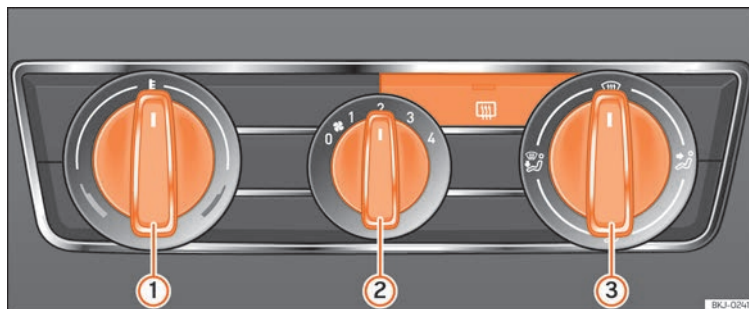

Fig.169 Sur le tableau de bord : éléments de commande du chauffage
- Tournez le régulateur de température » fig. 169 ① vers la gauche.
- Placez la commande de soufflante ② sur l'une des vitesses 1-4.
- Orientez le flux d'air dans la direction souhaitée à l'aide du régulateur de répartition d'air ③.
- Tournez le régulateur de température » fig. 169 ① vers la droite pour sélectionner la puissance calorifique souhaitée.
- Tournez le régulateur de température » fig. 169 ① vers la droite jusqu'à la puissance de chauffage maximum.
- Réglez la commande de soufflante ② sur la vitesse 4.
- Tournez le régulateur de température » fig. 169 ① vers la zone de chauffage.
- Placez la commande de soufflante ② sur l'une des vitesses 2-3.